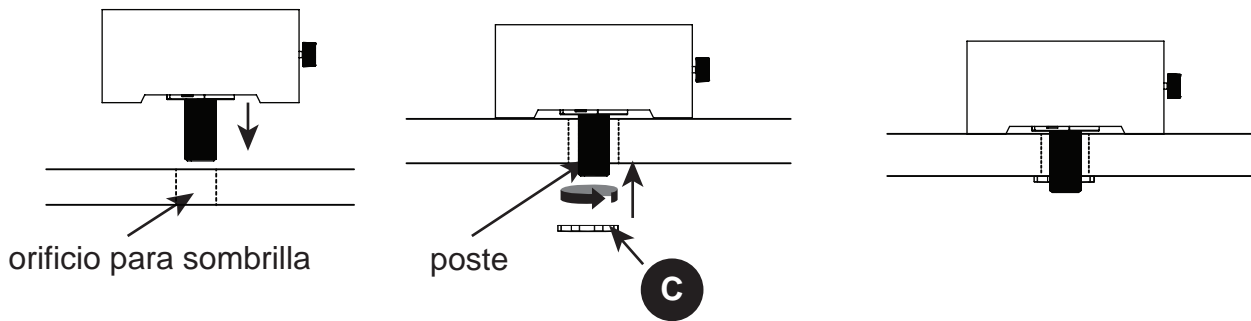

Figura 2
3. Retire el sujetador del accesorio (C) de la hoguera. Instale la hoguera alineando el poste a través del orificio del paraguas, luego apriete el sujetador del accesorio (C) en el sentido de las agujas del reloj (consulte la Figura 2).